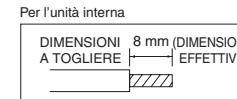

Fig. 3-53
- (1) Tagliare l'estremità del filo con tronchesi, quindi togliere l'isolamento per esporre il conduttore per circa 8 mm. Vedere l'etichetta (Fig. 3-53) vicino alla piastra del terminale.